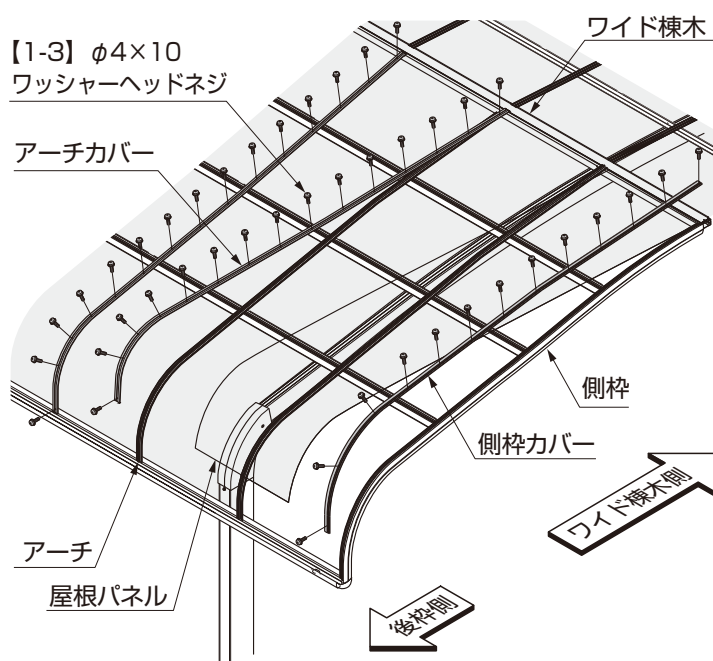

図5-4
① アーチカバー・側枠カバーをワイド棟木に突き当てて、ワイド棟木側からアーチ・側枠に【1-3】で取付けてください。(図5-4参照)